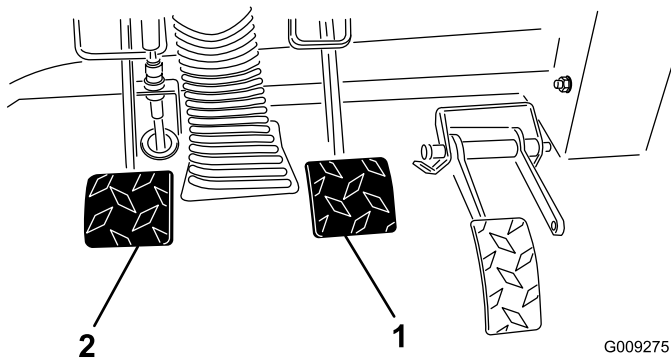

Figure 65
2. Soulevez la pédale de frein (Figure 65) jusqu'à ce qu'elle touche le châssis.